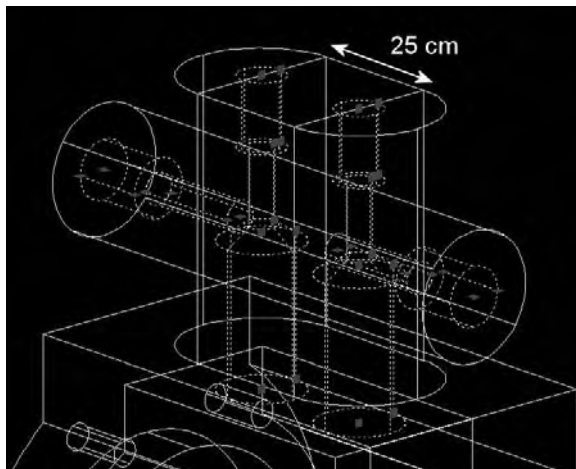

Fig.16.17
- 10 Placez la pièce ainsi tournée sur la partie supérieure du support comme indiquée à la figure 16.17. Copiez la pièce à une distance de 25 cm. Placez l'autre pièce dans le cylindre horizontal à gauche et à droite.